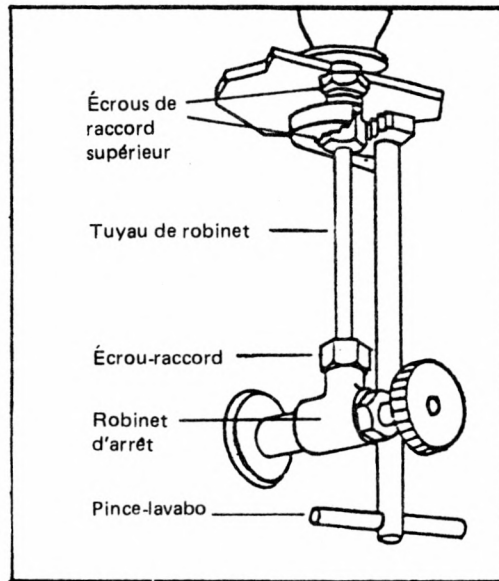

FIG. 4-17 REMPLACEMENT D'UN ROBINET
- a. Coupez l'arrivée d'eau jusqu'au robinet défectueux. Voir à la Fig. 4-17.